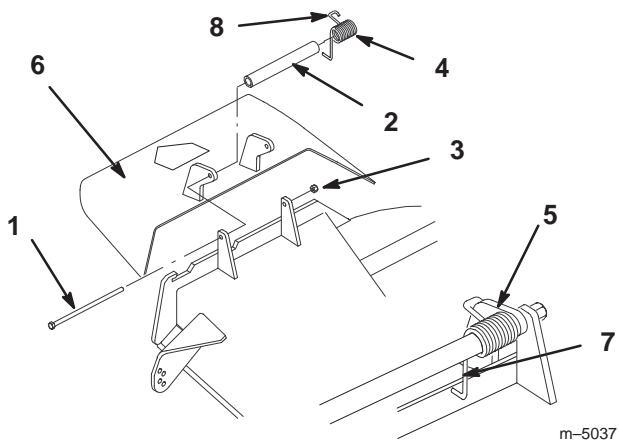

Figure 68
1. Retirez le contre-écrou, le boulon, le ressort et l'entretoise qui fixent le déflecteur aux supports de pivot (Fig. 68). Enlevez le déflecteur s'il est endommagé ou usé.
**Remarque :** prenez soin de placer l'extrémité en **L** du ressort derrière le bord du plateau avant de mettre le boulon en place, comme indiqué à la Figure 68.
3. Remettez le boulon et l'écrou. Accrochez l'extrémité crochue en **J** du ressort au déflecteur d'herbe (Fig. 68).